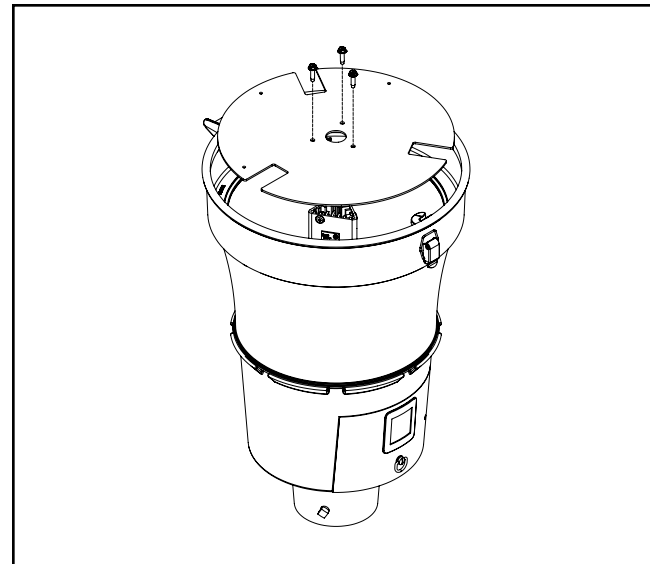

Figure 8.
2. Dévissez les trois (3) vis no 10-24 situées au centre puis retirez la pièce coulée supérieure avec le couvercle. (Figure 8)